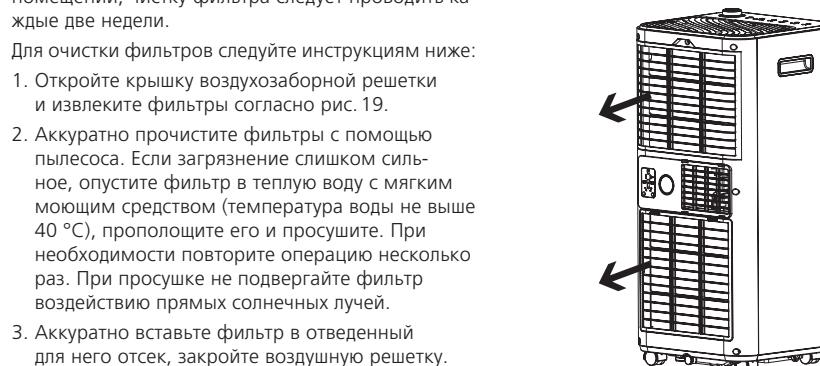

Рис. 19
- Откройте крышку воздухозаборной решетки и извлеките фильтры согласно рис. 19.